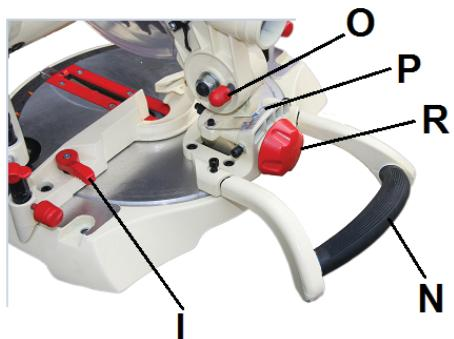

Рис. 2
- Пила поставляется с зафиксированной режущей головой. Чтобы разблокировать голову пилы, вытащите фиксатор (O, Рис. 2), при этом нажав на голову пилы.
- Пила включается нажатием на переключатель на внутренней стороне ручки (M, Рис. 2).